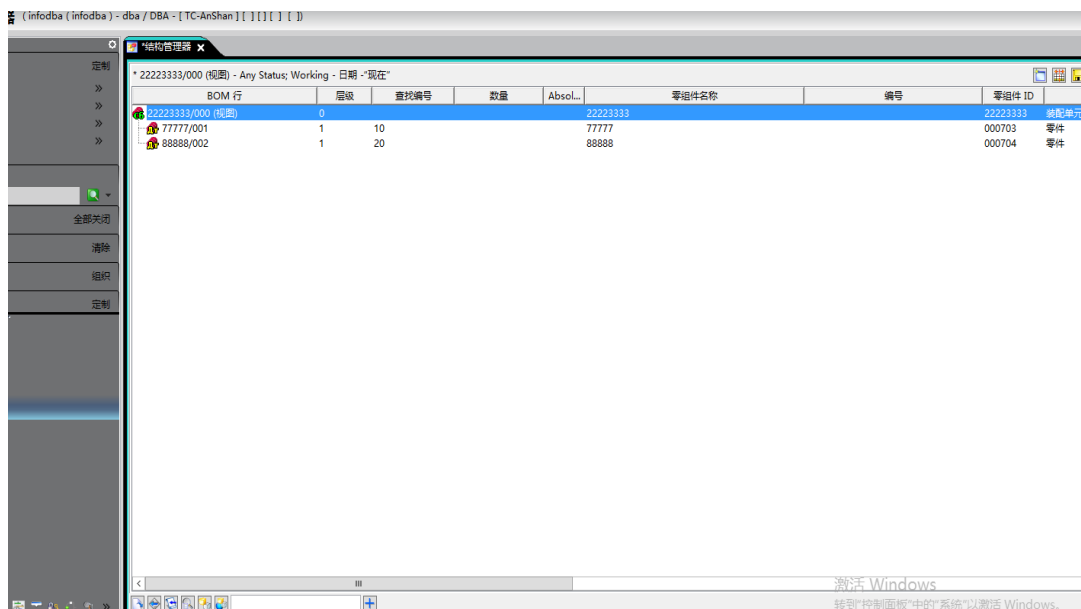

图 1
1、在 TC 默认情况下, 如果我们创建一个 BOM 结构, 在结构管理器中默认会是非精确装配的, BOM 行显示为白底, 如下图 1 所示: